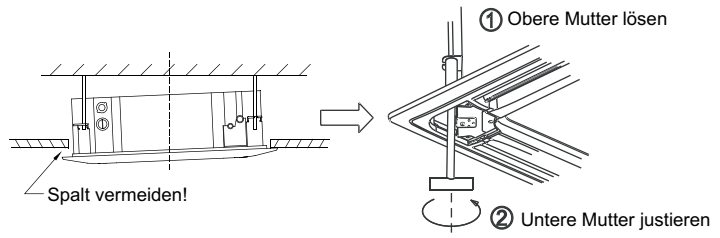

Abb. 3-13
- Wenn ein Abstand zwischen Blende und Decke trotz fest angezogener Schrauben besteht, muss das Grundgerät erneut in der Höhe passend eingestellt werden. (s. Abb. 3-13, links)
- Die Höhe des Innengeräts kann über die Öffnungen der Blende an den vier Ecken angepasst werden, wenn die Förderhöhe und das Ablaufrohr nicht beeinflusst wird (s. Abb. 3-13-rechts).